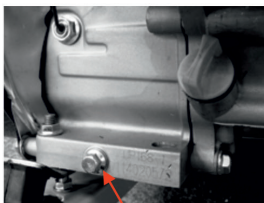

Рис. 15
3. Выкрутите сливной болт (рис. 15, 16);